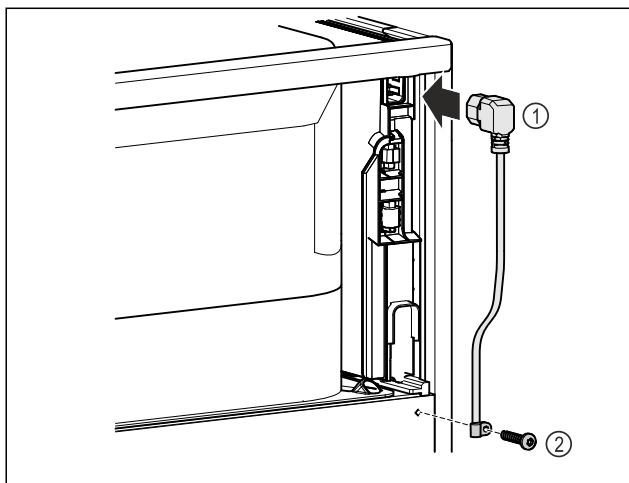

Fig. 9
- ▶ Podłączyć gniazdo przewodu zasilającego Fig. 9 (1) urządzenia chłodzącego z tyłu urządzenia.
- ▶ Zamontować odciążenie. Fig. 9 (2)